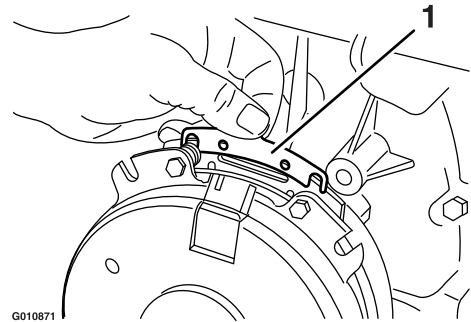

Bild 75
- B. Halten Sie die Nase mit einer Spitzzange oder den Händen und nehmen Sie die Beilagscheibe ab (Bild 75).